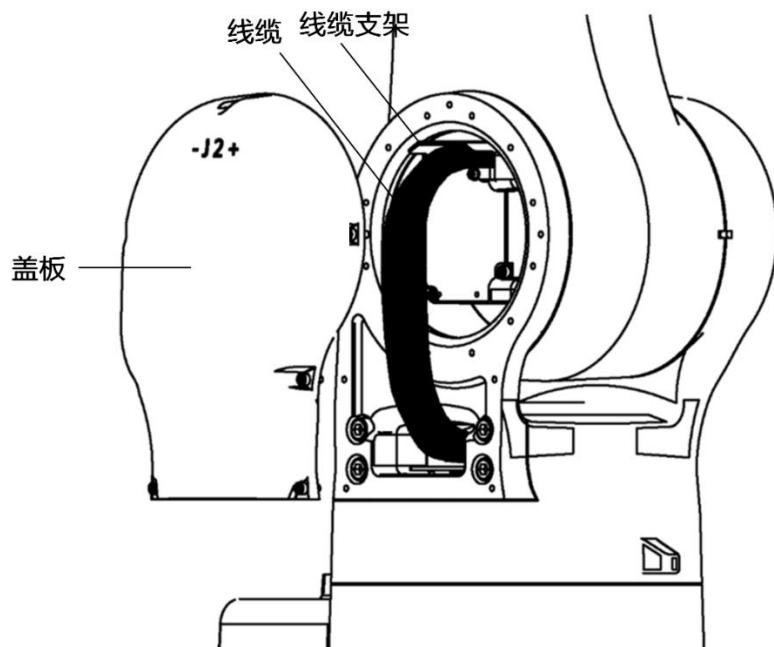

图 12-2 J1 轴本体内部线缆检修
- 步骤1. 拆卸 J1 轴本体盖板，如图 12-2 所示。